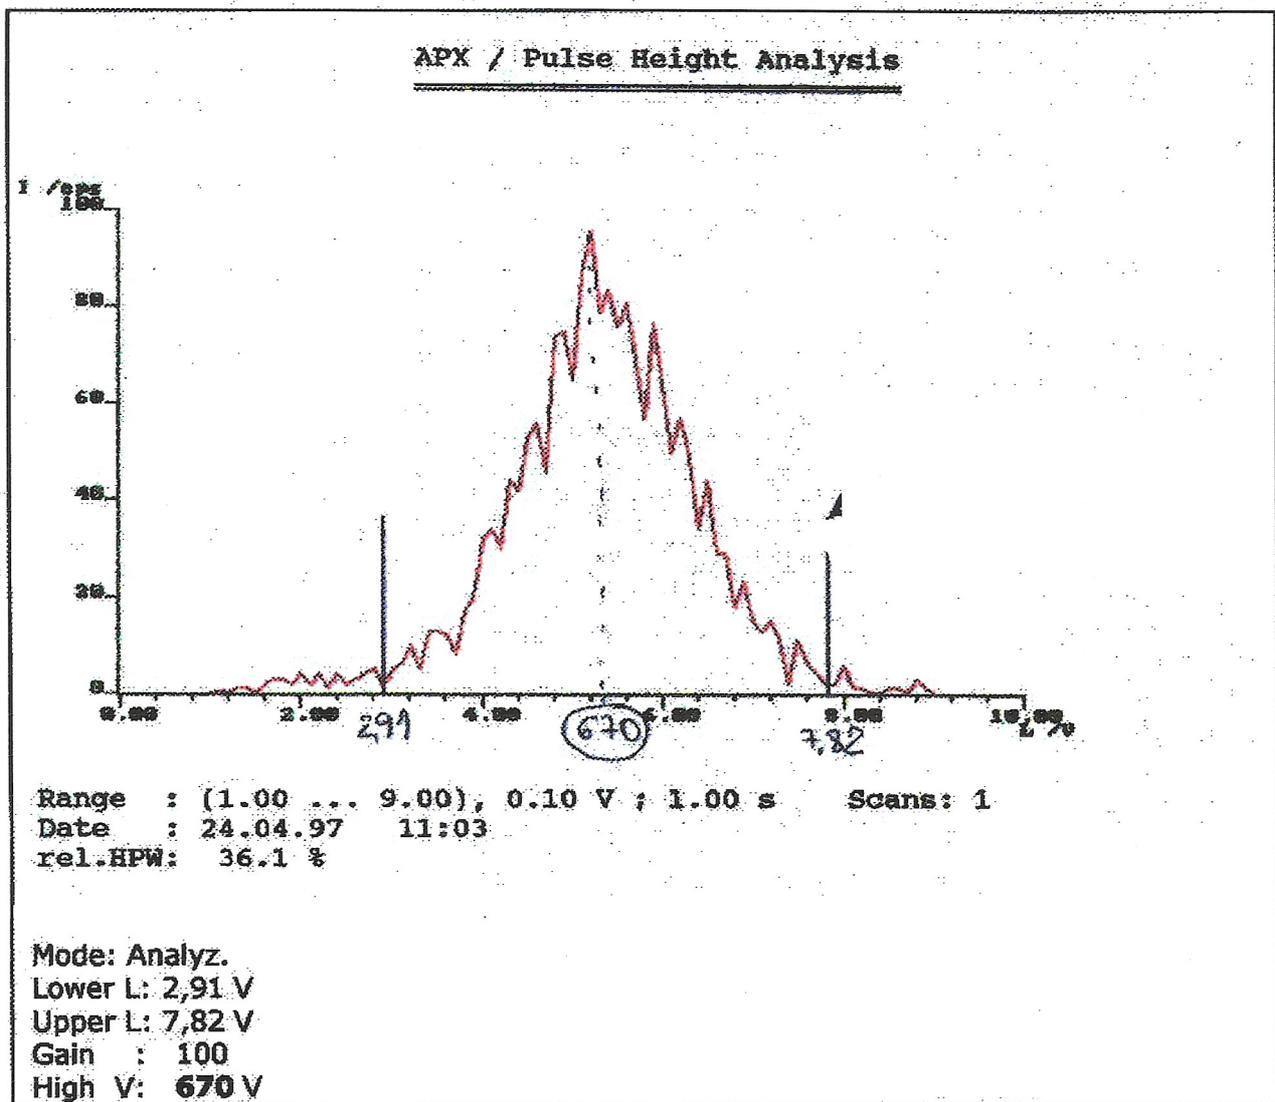

FIGURA 5. APX / Pulse Height Analysis.
Deixar que o equipamento, pelo gráfico, defina a curva (Figura 5).
*Nota:* na Figura 5, os valores de "Lower L" e "Upper L" são obtidos pela marcação do cursor, pela limitação da base da curva de trabalho do detector. O valor de "High V" (voltagem) é estipulado pelo operador, de forma que o pico coincida com a posição de 5V, por exemplo: 680, 660 e 670.